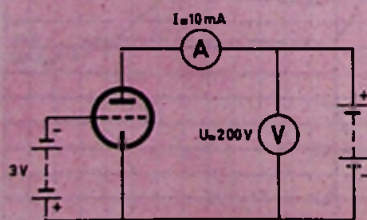

Fig. 9
- b. In fig. 9 wordt gemeten: $U = 200 \text{ V}$ en $I = 10 \text{ mA}$. Hieruit wordt de conclusie getrokken dat de inwendige weerstand van de buis gelijk is aan $\frac{200}{0,01} = 20 \text{ 000 ohm}$.